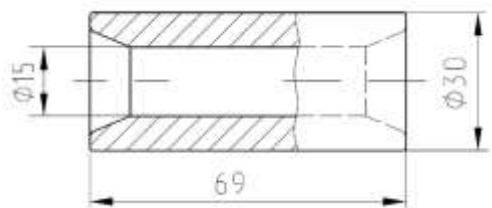

Рис. 15. Поршневой палец
**Поршневой палец** (рис. 15) – трубчатого сечения, плавающего типа, при работе двигателя свободно вращается в бобышках поршня и втулке шатуна. Осевое перемещение пальца ограничивается стопорными кольцами. Палец изготовлен из стали SCM420H и для увеличения твердости и износостойкости наружная поверхность пальца подвергнута цементации. Поршневые пальцы по наружному диаметру на размерные группы не делятся. Масса пальца  $272 \pm 1,5$  г.